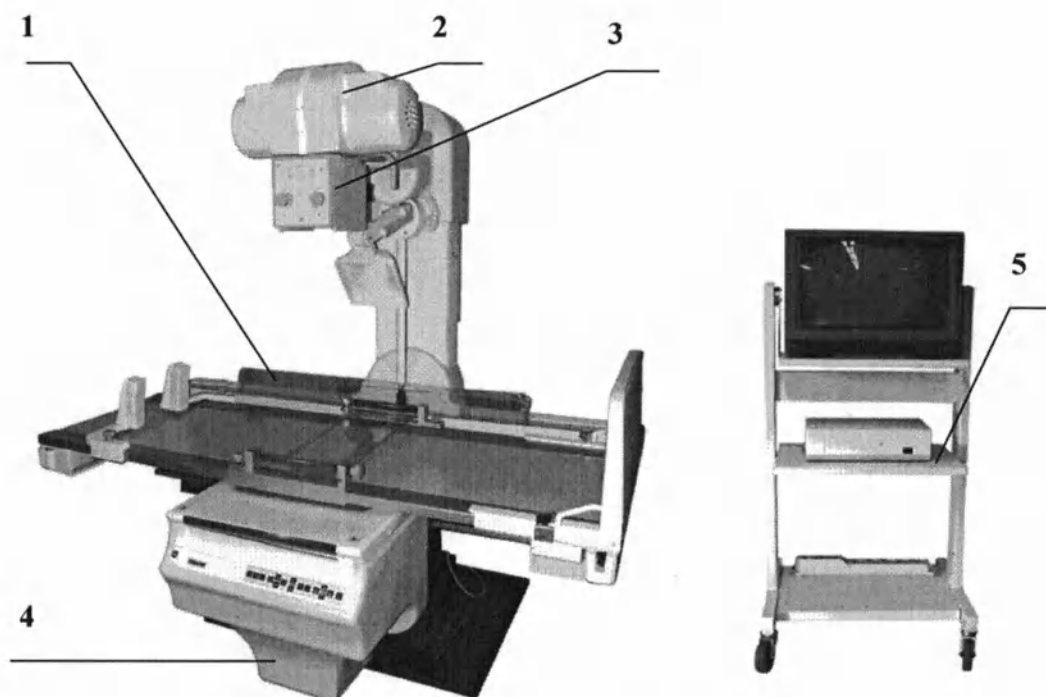
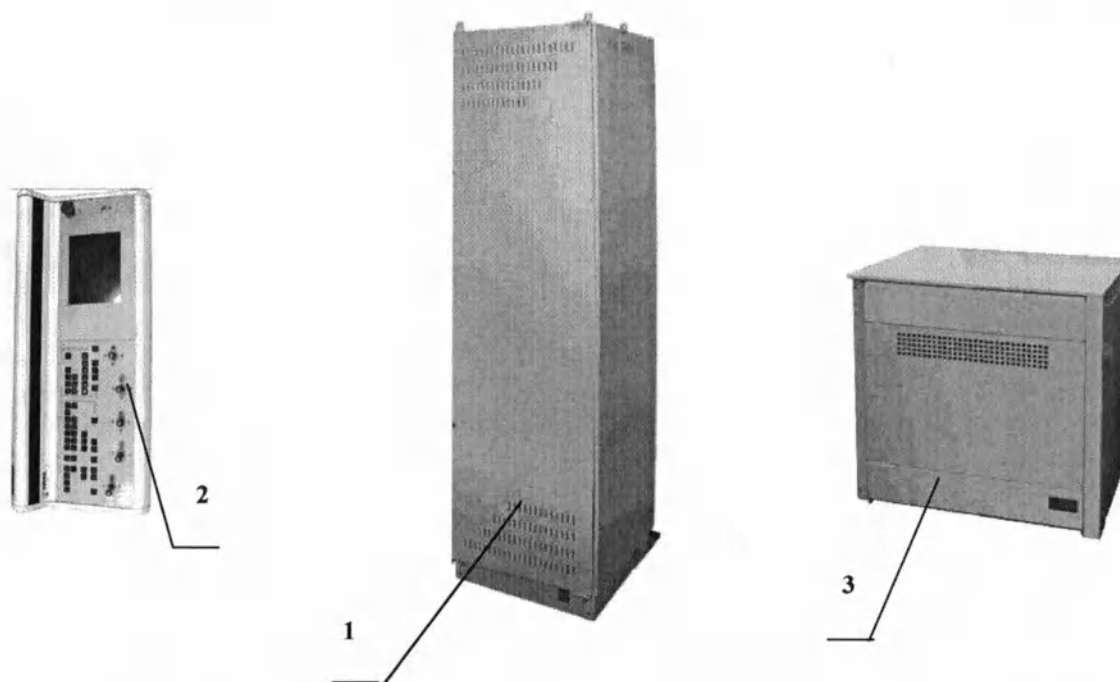

Рисунок 2.2 – Телеуправляемый стол-штатив с ТВ-монитором и блоком обработки сигнала УРИ
Рисунок 2.3 – Пульт управления и шкафы с оборудованием ТСШ и РПУ
- телеуправляемый стол-штатив (см. Рисунок 2.2, поз.1), на котором установлены:
- излучатель рентгеновский (см. Рисунок 2.2, поз.2);
- коллиматор (см. Рисунок 2.2, поз.3);
- электронно-оптический блок УРИ, устанавливаемый под деку стола-штатива (см. Рисунок 2.2, поз.4).
- стойку с ТВ-монитором и блоком обработки сигнала УРИ (см. Рисунок 2.2, поз.5);
- шкаф с электронными блоками стола-штатива (см. Рисунок 2.3, поз.1);
- пульт управления телеуправляемым столом-штативом (см. Рисунок 2.3, поз.2).
- шкаф рентгеновского питающего устройства (см. Рисунок 2.3, поз.3). Управление рентгеновским питающим устройством осуществляется со специальной сенсорной панели, установленной в пульт управления ТСШ;
Источником рентгеновского излучения является рентгеновская трубка, расположенная в излучателе (см. Рисунок 2.2, поз.2). Все необходимые для работы рентгеновского излучателя напряжения и токи вырабатывает рентгеновое питающее устройство (см. Рисунок 2.3, поз.1).
Блок диафрагм или коллиматор (см. Рисунок 2.2, поз.3) ограничивает пучок рентгеновского излучения в соответствии с выбранным рабочим полем. Коллимированный рентгеновский пучок (после прохождения через исследуемый объект) попадает на входное окно электронно-оптического блока (см. Рисунок 2.2, поз.4) – приемника рентгеновского излучения, преобразующего теневое рентгеновское изображение в видеосигнал. Видеосигнал поступает в блок обработки сигнала и затем отображается на экране ТВ-монитора.